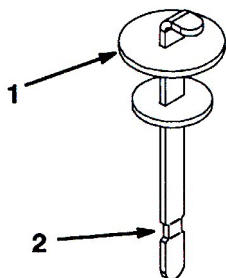

図15
4. ディップスティックを抜き、先端部をウェスで拭く。もう一度首に差し込んで引き抜き、オイルの量を点検する。FULL 位置 (図15) まであればよい。